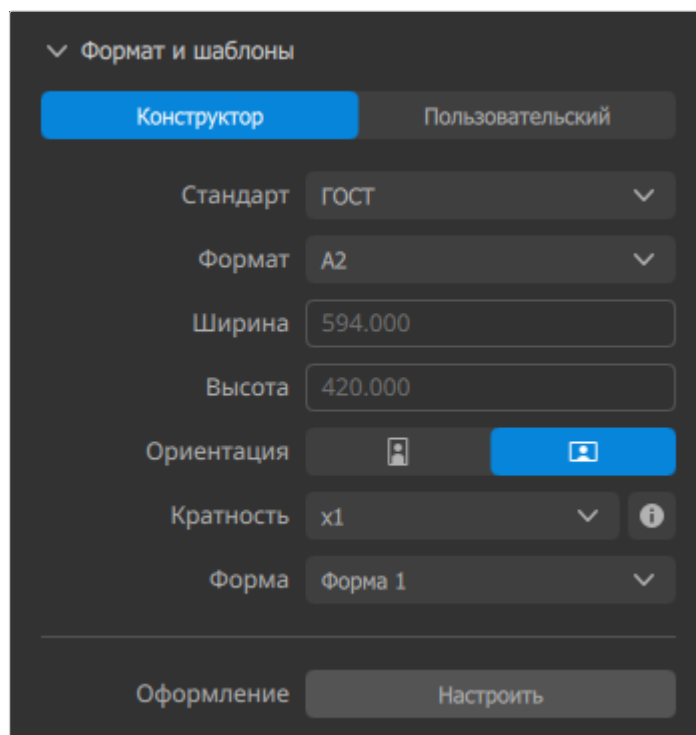

Рисунок 95. Группа «Формат и шаблоны» свойств документа
- «Формат и шаблоны» — группа параметров, отвечающая за формат и оформление листа (см. рисунок 95):